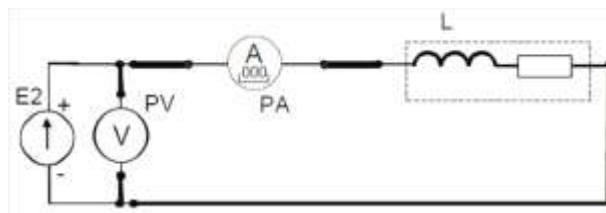

Рисунок 8 – Цепь постоянного тока с катушкой индуктивности
5. Определить величину активного сопротивления катушки методом амперметра и вольтметра. Для этого подключить её к источнику постоянного напряжения E2 (рис. 8). Установить у цифрового амперметра режим измерения постоянного тока. После проверки схемы преподавателем включить источник питания E2, установить у него выходное напряжение 10 В и измерить величину постоянного тока в цепи. Результат занести в таблицу 13. Выключить электропитание.